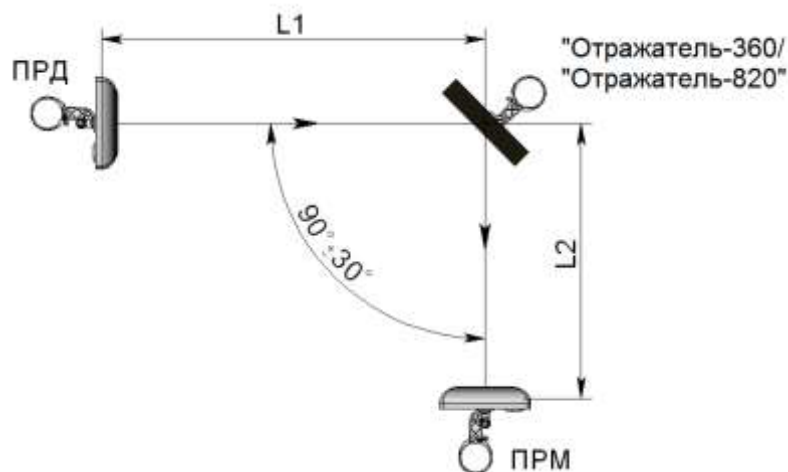

Рисунок 2.15 – Установка извещателей с применением отражателя «Отражатель-360» («Отражатель-820»)
2.3.9.2 При работе извещателей «ФОРТЕЗА-50», «ФОРТЕЗА-100», «ФОРТЕЗА-200» с «Отражателем-360» (см. рисунок 2.15) суммарная длина зоны обнаружения $L1+L2$ (где $L1$ – расстояние между блоком ПРД и отражателем, $L2$ – расстояние между отражателем и блоком ПРМ) не должна превышать: